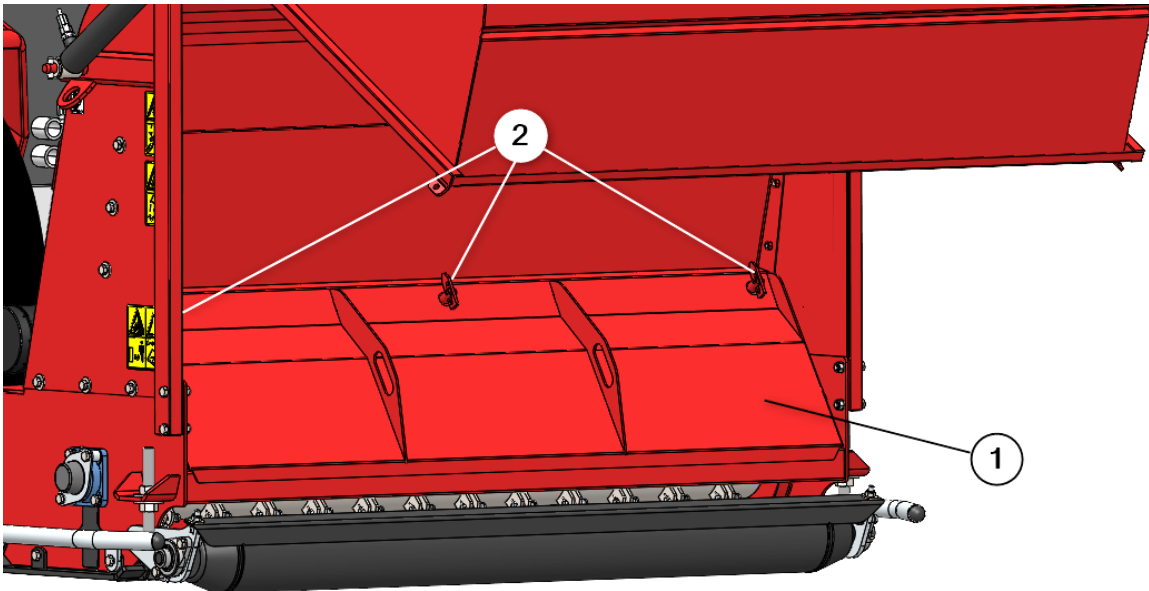

Fig. 10
5. Acceda a la zona de la tolva y retire la cubierta de mantenimiento (1) desbloqueando los pestillos (2) (Fig. 10).
11. Cuando haya terminado, cierre la cubierta de mantenimiento (1) y bloquee los pestillos (2), (fig. 10).